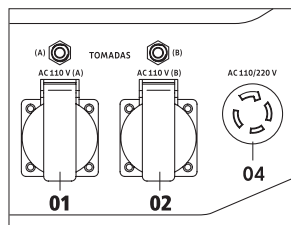

Fig. 18
O equipamento está equipado com duas tomadas padrões de 110 V (01) e (02) e uma saída para o plugue de 4 pinos que pode ser feita ligação 110 V ou 220 V (03) [Fig. 18].